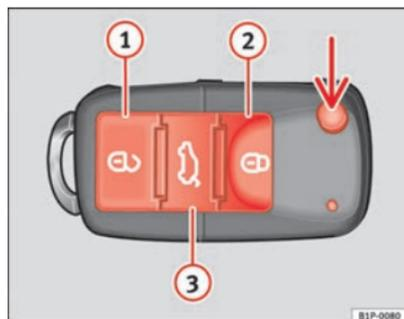

Abb. 41 Tastenbelegung Funkschlüssel
Mit der Taste ⇒ Abb. 41 (Pfeil) der Fernbedienung wird der Schlüsselbart ausgeklappt.
Fahrzeug entriegeln  ⇒ Abb. 41 ①.
Fahrzeug verriegeln  ⇒ Abb. 41 ②.
Heckklappe entriegeln. Die Taste  ⇒ Abb. 41 ③ betätigen, bis alle Blinkleuchten am Fahrzeug kurz aufleuchten. Nach Drücken der Entriegelungstaste  ③ können Sie die Heckklappe innerhalb von 2 Minuten öffnen. Nach Ablauf dieser Zeit wird die Heckklappe wieder verriegelt.
- Drücken Sie die Taste   ⇒ Seite 79, Abb. 41 auf der Funk-Fernbedienung.